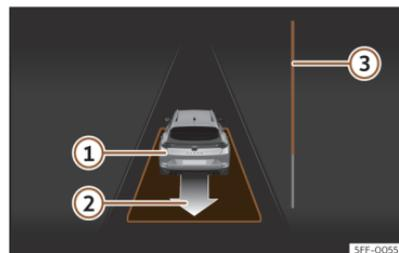

Fig. 154 En la pantalla del cuadro de instrumentos: desaparcicar de un hueco en línea.
● Retroceda hasta que suene la señal continua del ParkPilot; **O BIEN:** dé marcha atrás hasta que en la pantalla del cuadro de instrumentos aparezca la indicación de dar marcha adelante. La barra de progreso >>> **fig. 154** **③** indica la distancia que hay que recorrer.